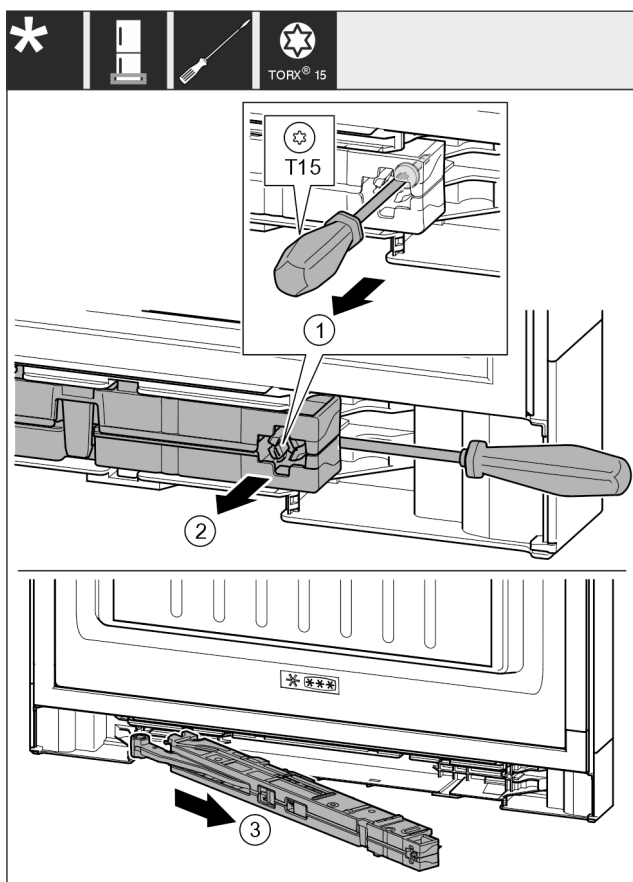

Fig. 17
- ▶ Vijak na blažilniku odvijte z izvijačem T15 za pribl. 14 mm. Fig. 17 (1)
- ▶ Na strani ročaja potisnite izvijač za enoto blažilnikov za zapiranje vrat. Enoto obrnite naprej. Fig. 17 (2)
- ▶ Enoto izvlecite. Fig. 17 (3)